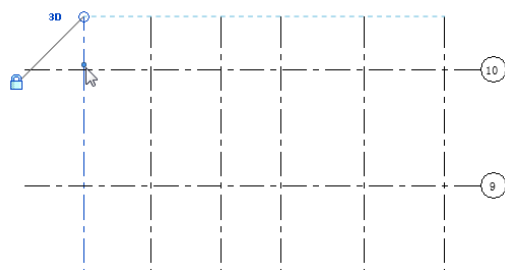
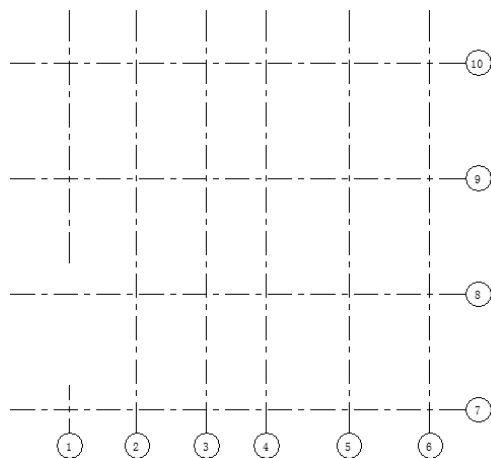

图 4-32 拖曳间隙点
图 4-33 调整间隙宽度
(2) 选择更改类型后的垂直轴线, 拖曳如图 4-32 所示的间隙点, 调整间隙宽度, 结果如图 4-33 所示。